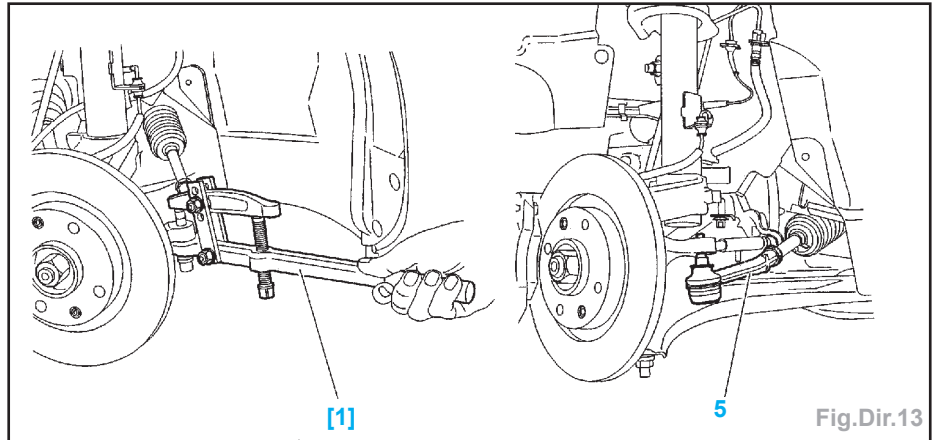

Fig.Dir.13
- A l'aide de l'outil [1], extraire et déposer les rotules (5) de chaque côté (Fig.Dir.13).